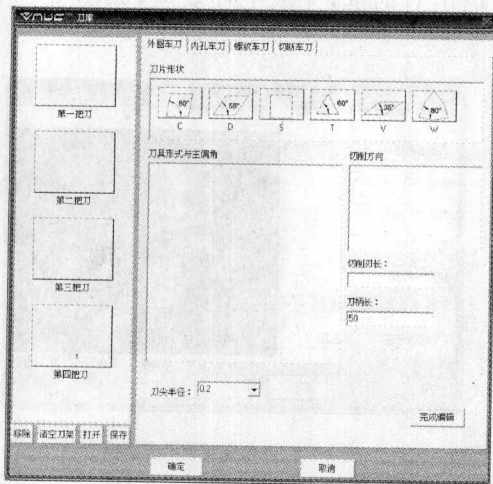

图1-12 “刀库”对话框
(1) 从主菜单【工艺流程(J)】中选择【车刀刀库(W)】,打开“刀库”对话框,如图1-12所示。